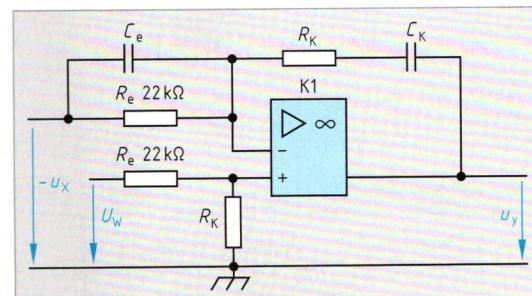

Bild 5: PID-Regler
- Bei einem PID-Regler (Bild 5) wurde nach Ziegler und Nichols  $R_K$  auf den Wert  $56 \text{ k}\Omega$  und  $C_K = 10 \mu\text{F}$  eingestellt. Berechnen Sie a) den Proportionalbeiwert  $K_p$ , b) die Nachstellzeit  $T_i$ , c) den kritischen Proportionalbeiwert  $K_{pkrit}$ , d) den Gegenkopplungswiderstand  $R_{k0}$ , e) die Periodendauer  $T_0$ , f) die Vorhaltezeit  $T_d$ , g) die Eingangskapazität  $C_e$ .